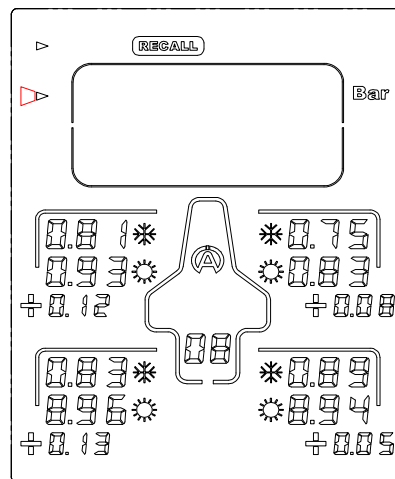

Abbildung 7
- 2) Wählen Sie mit Taste oder die **Ziffernanzeige** aus (Abbildung 7).